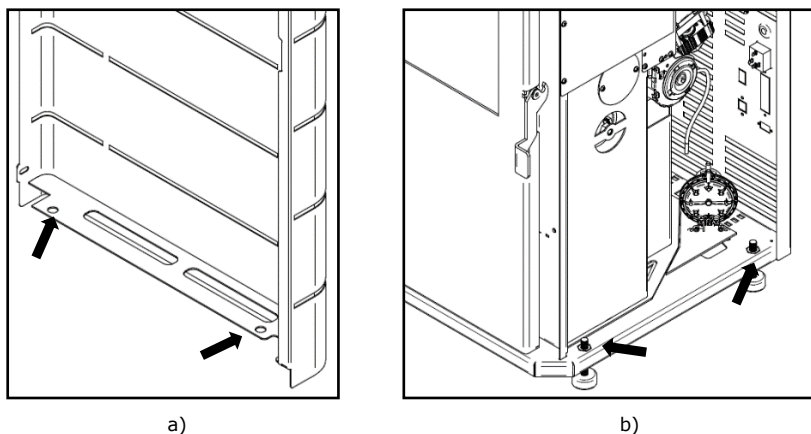

Figura 22 - Encaixe lateral inferior das envoltentes
b) Encaixar os furos inferiores das envoltentes laterais (Figura 22-a) nos guias que se encontram no fundo da máquina (Figura 22-b).